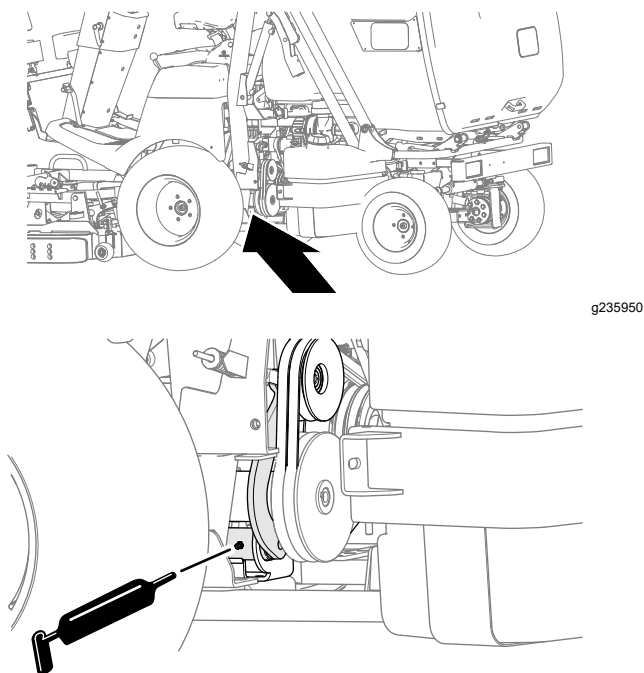

Рисунок 46
- Кронштейн натяжного шкива механизма отбора мощности (Рисунок 46)